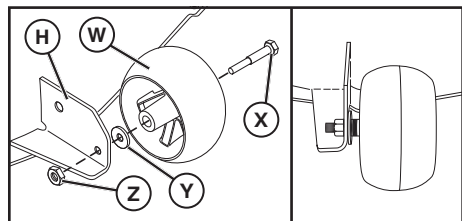

Fig. 5
## 2. ASSEMBLER LA ROUE DE JAUGE AVANT (W) À L'AVANT DE LA TONDEUSE (Voir la Fig. 5)